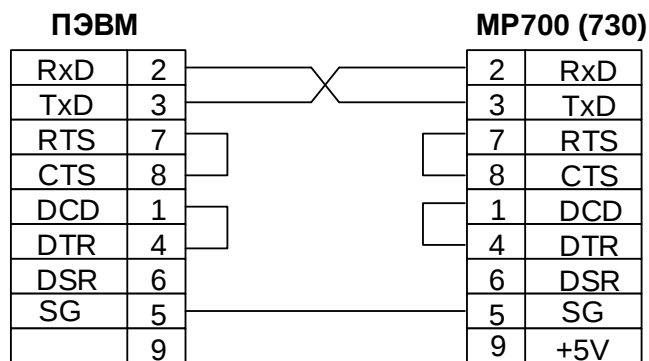

Рисунок 8.3 - Подключение к ПЭВМ с применением нуль – модельного кабеля
- применить для подключения к ПЭВМ «минимальный» нуль-модемный кабель (рисунок 8.3).